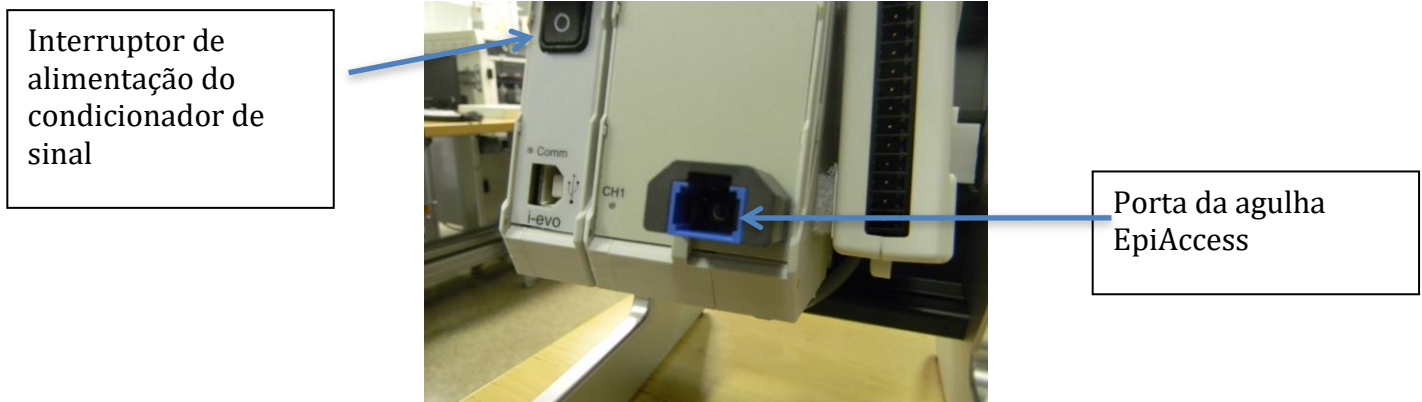

Figura 2 – Caixa do condicionador de sinal – Vista frontal (unicamente A0002)
2. Quando utilizar a Unidade de Controlo do EpiAccess A0002, siga as instruções enumeradas abaixo, sob a Figura 2 (Passos 4 a 6).